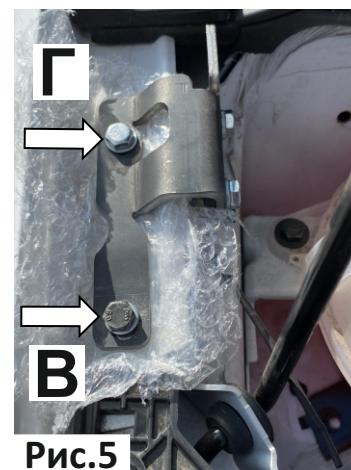

Рис.5
5. Закрепить Кронштейн кузова болтом М6х20 с шайбой 6 и шайбой 8, в позиции В, и болтом М6х16 с шайбой 6, в позиции Г (рис. 5).